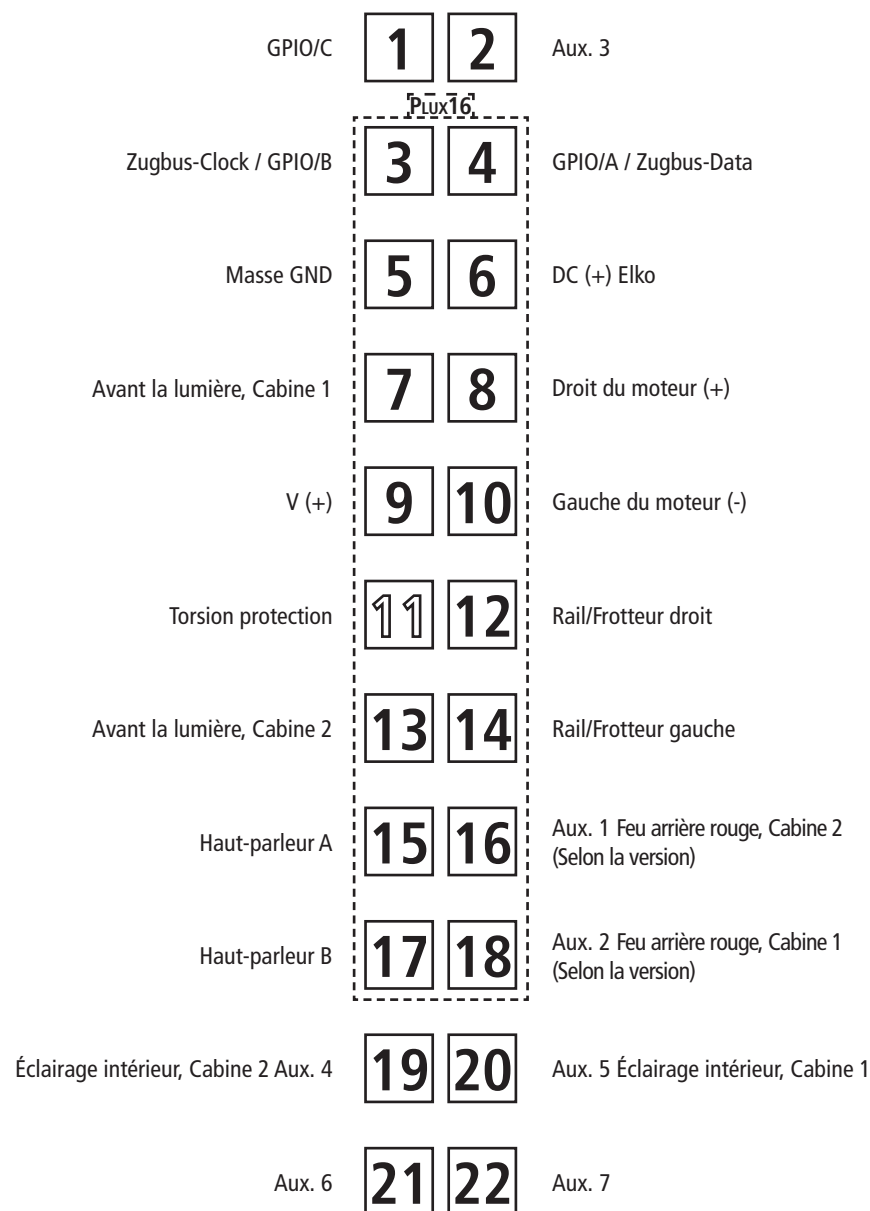
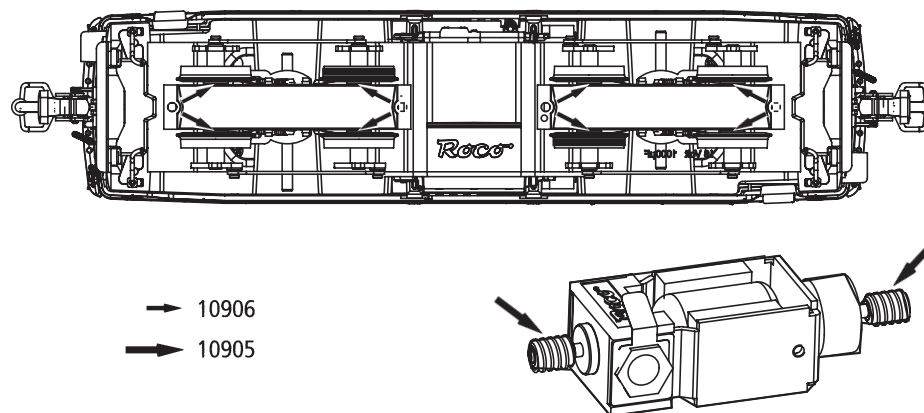

Fig. 5
Fig. 6
2. Haftreifenwechsel: Zuerst die Drehgestell-lende abnehmen sowie die Triebstangen abnehmen (Fig. 6). Danach den **Radsatz** herausnehmen und die **Haftreifen** mit einer Nadel od. mit einem feinen Schraubendreher abziehen (Fig. 5). Beim Aufziehen der neuen Haftreifen darauf achten, dass diese sich nicht verdrehen.
2. Change of traction tyre: Remove the bogie blind as well as the driving rod (fig. 6). Take out **wheel set** and remove **traction tyre** using a pin or a fine screwdriver (fig. 5). When pressing on the new traction tyre please **avoid twisting it**.
2. Échange des bandages d'adhérence: Démontez d'abord **les flancs de bogies** des engrenages ainsi que la tige de conduite (fig. 6). Délogez ensuite les essieux bandagés et enlevez, à l'aide d'une aiguille ou d'un tourne-vis fin, les bandages d'adhérence (fig. 5). Lors du montage des nouveaux bandages veuillez veiller à ce que les bandages **ne soient pas tordus**.